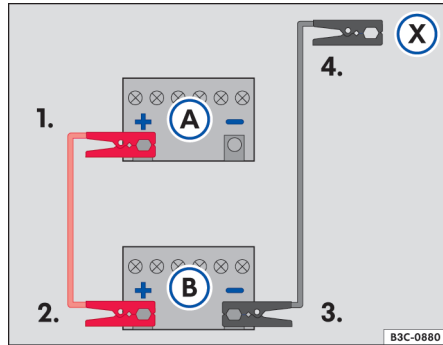

图 136 跨接电缆连接示意图
在→图 136 中，(A) 表示无电蓄电池，(B) 表示供电蓄电池。